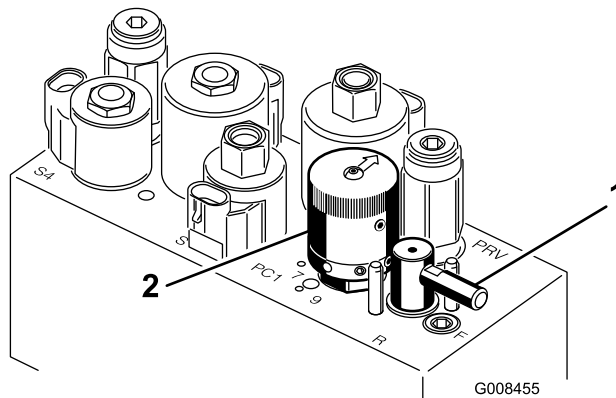

Figure 50
5. Tournez le levier de rodage à la position "R" (Figure 50).
6. Tournez la commande de vitesse des cylindres à la position 1 (Figure 50).